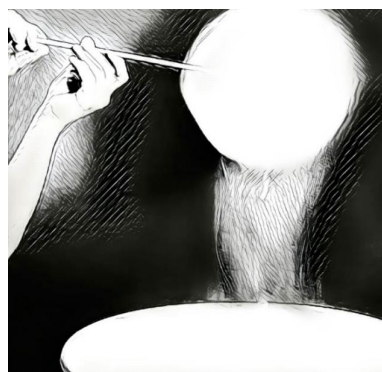

Рисунок 3
2. Установите кнопку включения двигателя и кнопку включения нагрева в положение (I).
5. Вата выходит из прядильной головы вертикальным столбом. Расположите палочку на высоте 20-35 см от прядильной головы и ацепите столб палочкой и начинайте быстро вращать палочку пальцами, см. Рис. 3.
7. Для завершения работы установите выключатель нагрева в положение (0).
10. Установите выключатель двигателя в положение (0). Снимите колпак и извлеките собранную вату.